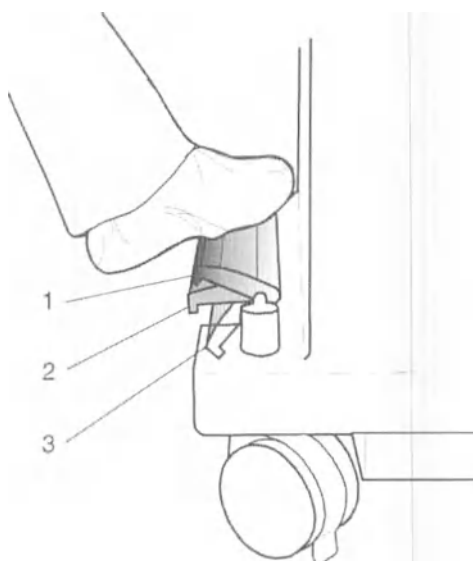

Рисунок 2-3. Педаль тормоза рабочей станции.
6. После установки зафиксировать колесный тормоз на рабочей станции (см. Рисунок 2-3).